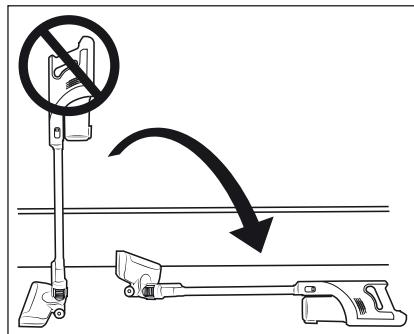

Fig. 9
- Los orificios de aspiración del aparato y del cepillo para suelos ⑤, así como el tubo de aspiración ⑨, deben estar siempre libres y sin obstrucciones. Las obstrucciones provocan el sobrecalentamiento del motor, lo que puede ocasionar daños.
- Asegúrese siempre de que el filtro EPA ⑤ esté colocado antes de utilizar el aparato.
- No deje la aspiradora en posición vertical cuando interrumpa el funcionamiento o quiera dejar de agarrarla, sino colóquela en el soporte mural ⑯ o pósela en el suelo en posición horizontal (consulte la fig. 9 y la 10). De lo contrario, podría caerse y dañarse debido a su alto centro de gravedad, así como potencialmente dañar otros objetos con su caída.